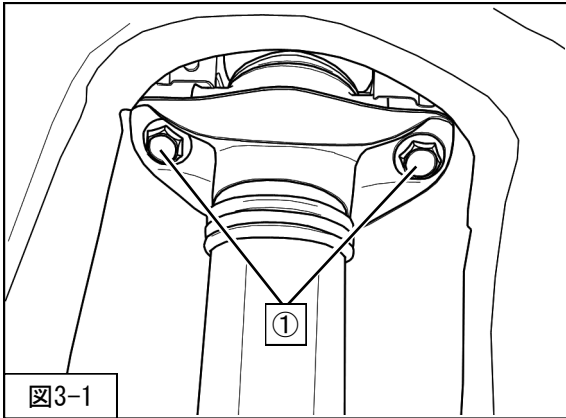
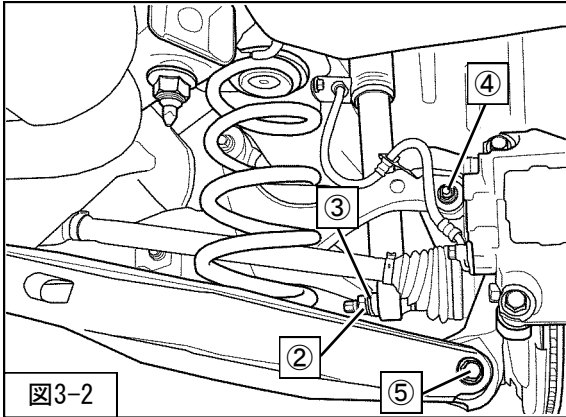

図3-1
図3-2
3. ①リアショックアブソーバASSYアッパー取付ボルトを取外してください。（図3-1）
4. ②リアショックアブソーバASSYロア取付ナット
③ワッシャ
④アッパーアーム取付ボルト・ナットを取外してください。（図3-2）
7. ⑤ロアアーム取付ボルト・ナットを取外してください。（図3-2）